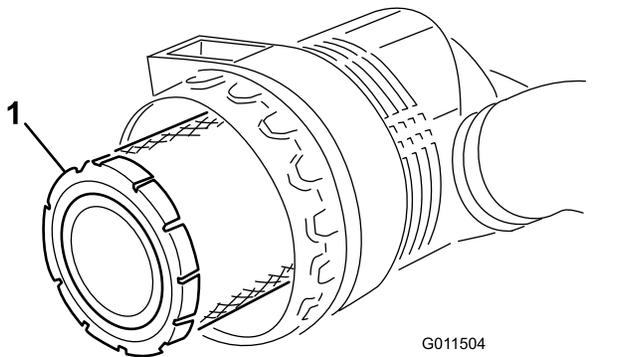

Figure 46
4. Déposez le préfiltre (Figure 46).
7. Remplacez le préfiltre (Figure 46).